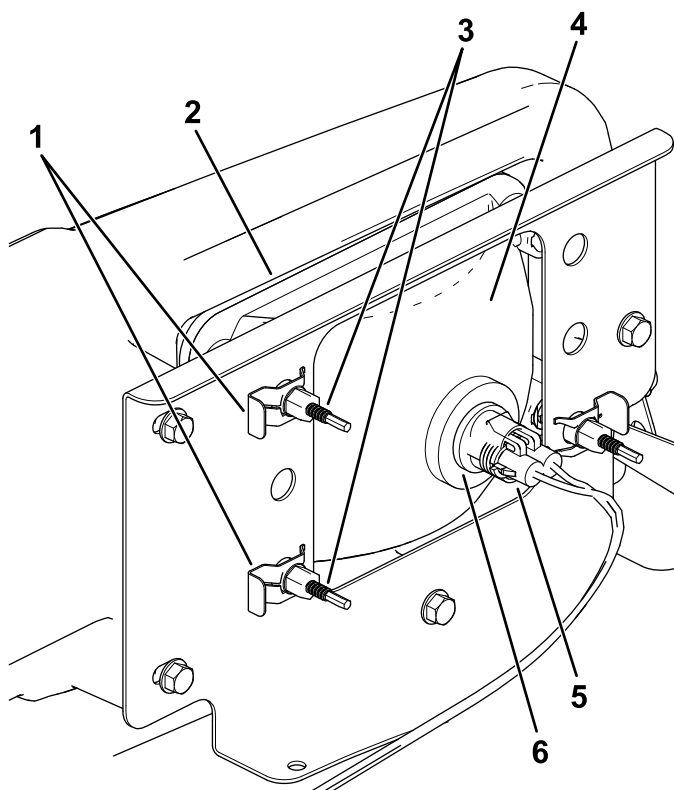

Рисунок 40
3. Отсоедините электрический соединитель жгута проводов от соединителя лампы в сборе (Рисунок 40).
4. Снимите скобы под саморез, которые крепят фару к кронштейну фары (Рисунок 40).
5. Снимите фару в сборе, подавая ее вперед сквозь отверстие в переднем бампере (Рисунок 40).
6. Вставьте новую лампу через отверстие в бампере (Рисунок 40).
8. Подсоедините электрический соединитель жгута к соединителю лампы в сборе (Рисунок 40).
5. В задней части узла передней фары поверните регулировочные винты (Рисунок 40), чтобы повернуть фару и изменить положение луча.